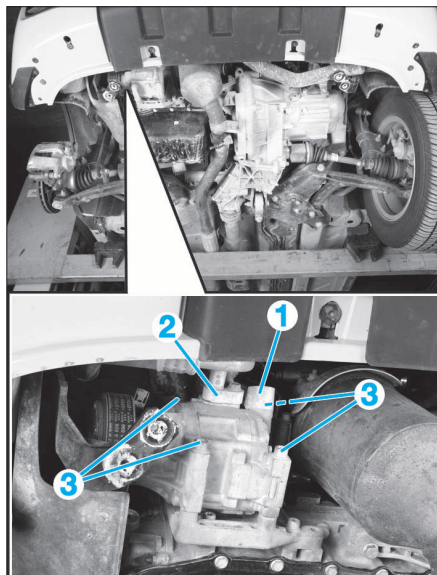

FIG. 29
- Dévisser le raccord (1) et (2) des canalisations de circuit de climatisation sur le compresseur (Fig.29).
- Dévisser les vis de fixation (3) du compresseur.